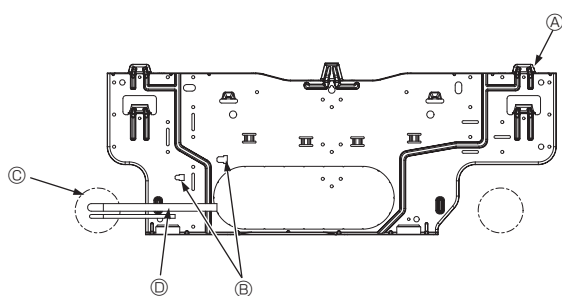

Fig. 3-5
- Ⓓ Fästskruvar (4 × 25) ②
- Ⓕ Monteringspanel ①
3.3. Mura in rör i väggen (Fig. 3-5)
- Ⓐ Monteringspanel ①